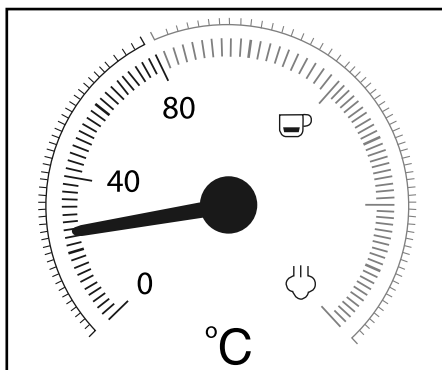

Abb. 1
Die Temperaturanzeige ❷ zeigt an, wie hoch das Gerät aufgeheizt hat (Abb. 1).